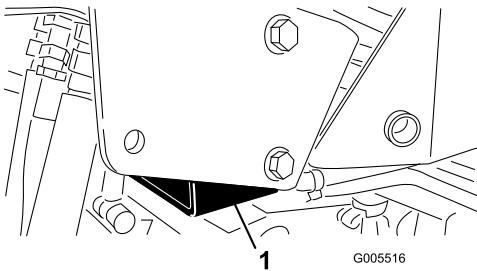

Figura 34
- Lado direito – debaixo da caixa da tomada e próximo do suporte de apoio do sistema de protecção anti-capotamento (ROPS) (Figura 34)